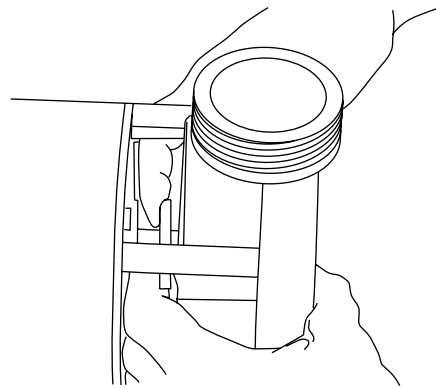

Figura 6
5. Atornille el impulsor en el eje hasta que quede acomodado contra el hombro del eje. Acomode el deflector sobre el extremo del manguito del impulsor para que quede montado sobre el manguito (Figura 6).